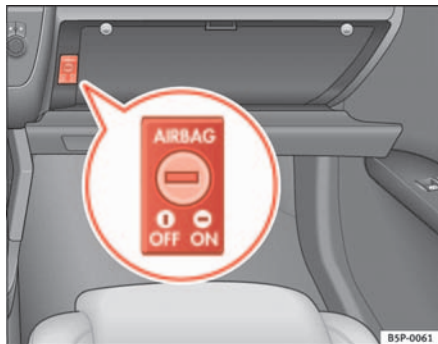

Fig. 26 Cassetto ripostiglio: interruttore a chiave per la disattivazione e la riattivazione degli airbag del passeggero
- Inserire la chiave d'accensione nell'interruttore che si trova all'interno del cassetto portaoggetti, quindi ruotarla portandola in posizione **OFF** ⇒ fig. 26.
- Inserire la chiave d'accensione nell'interruttore che si trova all'interno del cassetto portaoggetti, quindi ruotarla portandola in posizione **ON** ⇒ pag. 46, fig. 26.